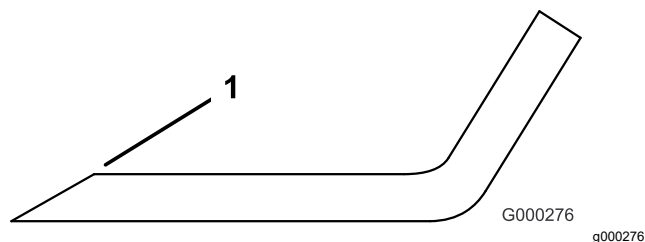

**Figure 85**
2. Examinez attentivement les tranchants de la lame, particulièrement au point de rencontre de la partie plane et de l'ailette (Figure 85).
**Remarque:** Le sable et les matières abrasives peuvent éroder le métal à cet endroit, c'est pourquoi il est important de contrôler l'état de la lame avant d'utiliser la machine. Remplacez la lame si elle est usée (Figure 85).